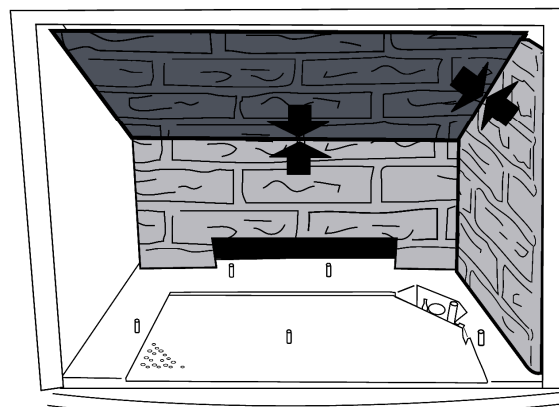

Figure 51. Installation du panneau arrière supérieur
6. **Installez le panneau arrière supérieur.** Il suffit de l'appuyer sur les deux autres panneaux. Fig. 51.